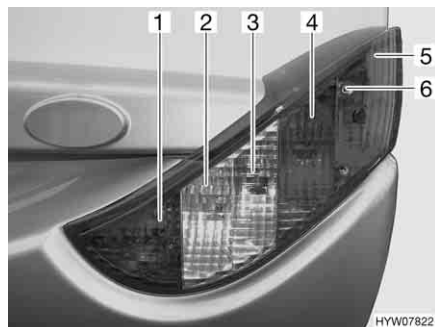

Fig. 177 Luci posteriori (lato anteriore)
- Svitare le tre viti ad esagono cavo (Fig. 177,6).